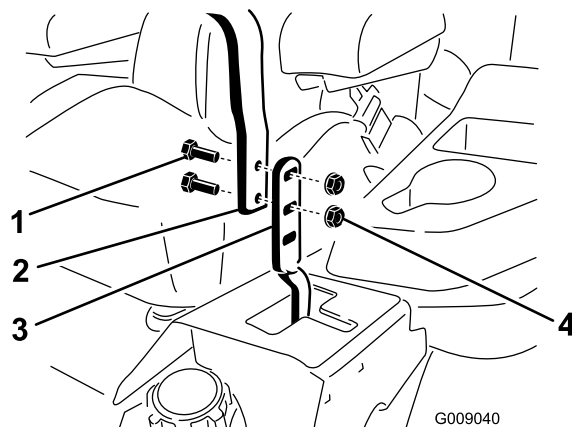

Figure 87
3. Desserrez les boulons et les écrous à embase situés dans les leviers (Figure 87).
4. Réglez l'alignement avant/arrière des leviers en les plaçant simultanément à la position **POINT MORT**, puis faites-les coulisser jusqu'à ce qu'ils soient alignés et resserrez les boulons (Figure 87).